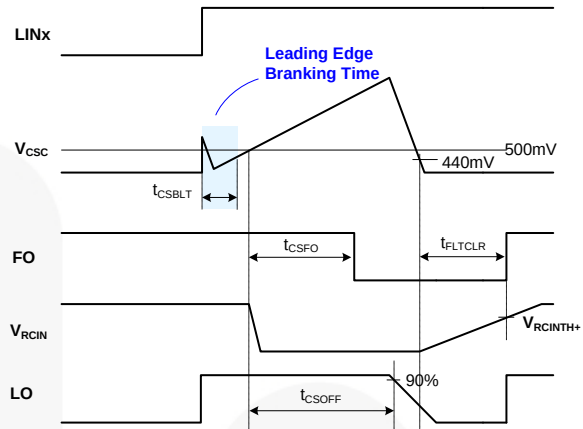

图 42. R_{GIN} 和故障清除波形定义
图 42 显示了 RCIN、 $\overline{FO}$ 和低端驱动器软关断时的波形定义。当低端栅极驱动器电源电压 (V_{DD}) 出现欠压条件, 或电流检测引脚 (CS) 识别到一次故障时, 施行软关断。一旦出现故障条件, 这些引脚 $\overline{FO}$ 就在内部被下拉至 COM, 关断栅极驱动器的全部输出 (H01, 2, 3 和 L01, 2, 3)。在内部灌电流 ($I_{SOFT} = 40 \text{ mA}$) 作用下, 低端输出线性下降, 进行软关断, 如图 42 所示。